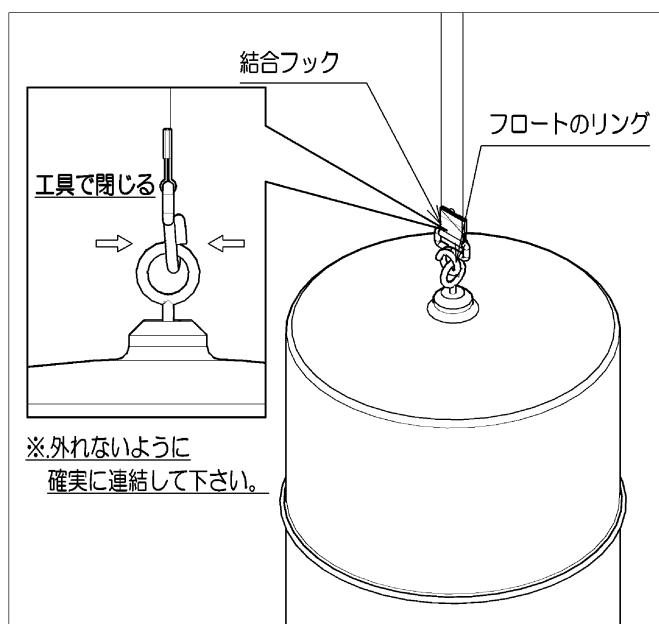

図 2. フロートとテープの連結
- 4.3.2. 計器フランジ下面よりフックを持ちテープを引き出します。フロートのリングにフックを通して連結します。ペンチなどの工具でフックを閉じてリングから外れないようにします(図 2.参照)。
##### 4.4.3. 計器フランジ下面よりフックを持ってテープを引き出し、フロートのリングと連結します。ペンチなどの工具でフックを閉じてリングから外れないようにします(図 2. 参照)。
### 4.5.3. 計器本体を取付けます。計器からテープフックを持ってテープを引き出し、タンク内のフロートへ接続します(図 2.参照)。テープに捩れや折れがない様に取付けます。計器本体を所定の締結部品で固定し取付けを完了します。
- 4.7.3. 紐をタンク側の90° L金具から配管内に紐を通して計器取付部まで引き出し、計器のテープフックに紐の先端を結びます。結んでない方の紐の先端をタンク内に挿し入れておきます。タンク内から紐を引き計器のテープフックを配管に引き込んで通します。途中の90° L金具からテープにねじれや折れがないか確認し、フロートにてapeフックを接続します(図2参照)。接続が完了したら紐をテープフックから取り外して取り除きます。